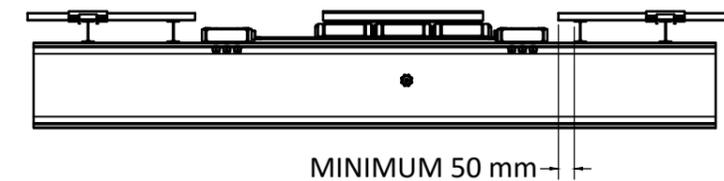
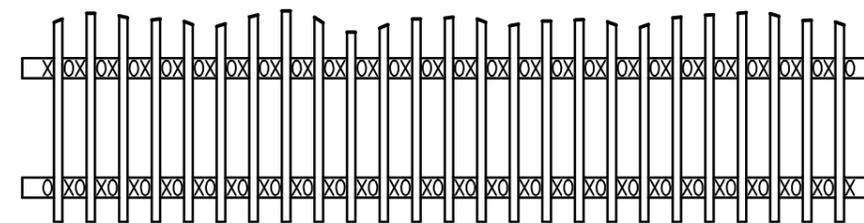

FIGURE 14 : DÉPASSEMENT DU SOUS-PLANCHER
FIGURE 15 : MODÈLE DE SOUDURE DU SOUS-PLANCHER
1. DÉCOUPEZ LE SOUS-PLANCHER EN FONCTION DE LA LONGUEUR DE LA REMORQUE, DU TYPE D'EXTRÉMITÉ DU PLANCHER ET DE L'EMPLACEMENT DU MÉCANISME. LE SOUS-PLANCHER DOIT DÉPASSER LES TRAVERSES DE 50 mm POUR PERMETTRE LE FONCTIONNEMENT DES PALIERS (FIGURE 14).
2. POSITIONNEZ ET MONTEZ LES TUBES. COMMENCEZ À L'ARRIÈRE DE LA REMORQUE. PLACEZ LES DEUX TUBES EXTÉRIEURS ET POSITIONNEZ-LES CORRECTEMENT À L'AIDE DES GABARITS D'ESPACEMENT. CENTREZ LES GABARITS DE SORTE QUE LES TUBES SE TROUVENT À LA MÊME DISTANCE DES PAROIS. POSEZ LE RESTE DES TUBES SUR LA LARGEUR DE LA REMORQUE EN LES ESPACANT À L'AIDE DES GABARITS. MAINTENEZ LES GABARITS SUR LES TRAVERSES ET FIXEZ LE GABARIT ET LES TUBES À CHACUNE DES AUTRES TRAVERSES. VÉRIFIEZ QUE TOUS LES TUBES DU SOUS-PLANCHER DÉPASSENT D'AU MOINS 50 mm (FIGURE 14). ASSUREZ-VOUS DE PRÉVOIR L'ESPACE DESTINÉ AU MÉCANISME LORSQUE VOUS INSTALLEZ LE SOUS-PLANCHER. SOUDEZ OU FIXEZ À L'AIDE DE BOULONS HUCK LE SOUS-PLANCHER AUX TRAVERSES ENTRE LES GABARITS. DÉPLACEZ LES GABARITS ET TERMINEZ PAR LES CONNEXIONS. CONNECTEZ LE SOUS-PLANCHER À CHAQUE INTERSECTION D'UN TUBE ET D'UNE TRAVERSE. LES SOUDURES DOIVENT AVOIR UN CORDON DE 3 mm, UNE LONGUEUR DE 20 mm À 30 mm ET ÊTRE CENTRÉES SUR LE HAUT DE TRAVERSE. VOIR LA FIGURE 15 POUR LE MODÈLE DE SOUDURE PROPOSÉ.
UNE SOUDURE EXCESSIVE RISQUE DE DÉFORMER LE SOUS-PLANCHER. AVEC LE MODÈLE DE LA FIGURE 15, SI ON COMMENCE CHAQUE PASSAGE DU MÊME CÔTÉ DE LA REMORQUE, LE SOUS-PLANCHER DEVRAIT AVOIR LE TEMPS DE REFROIDIR.